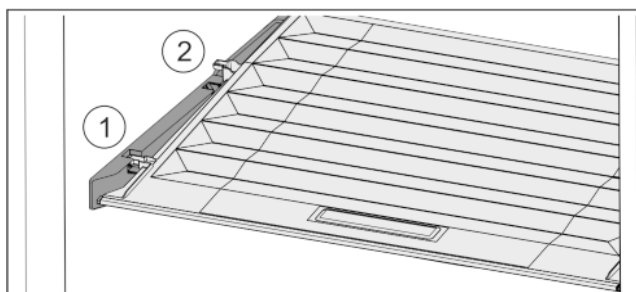

Fig. 29
- Издърпайте напред Fig. 29 (1) капака до отвора в задържащите части.
- Повдигнете го отзад отдолу и отстранете Fig. 29 (2) нагоре.